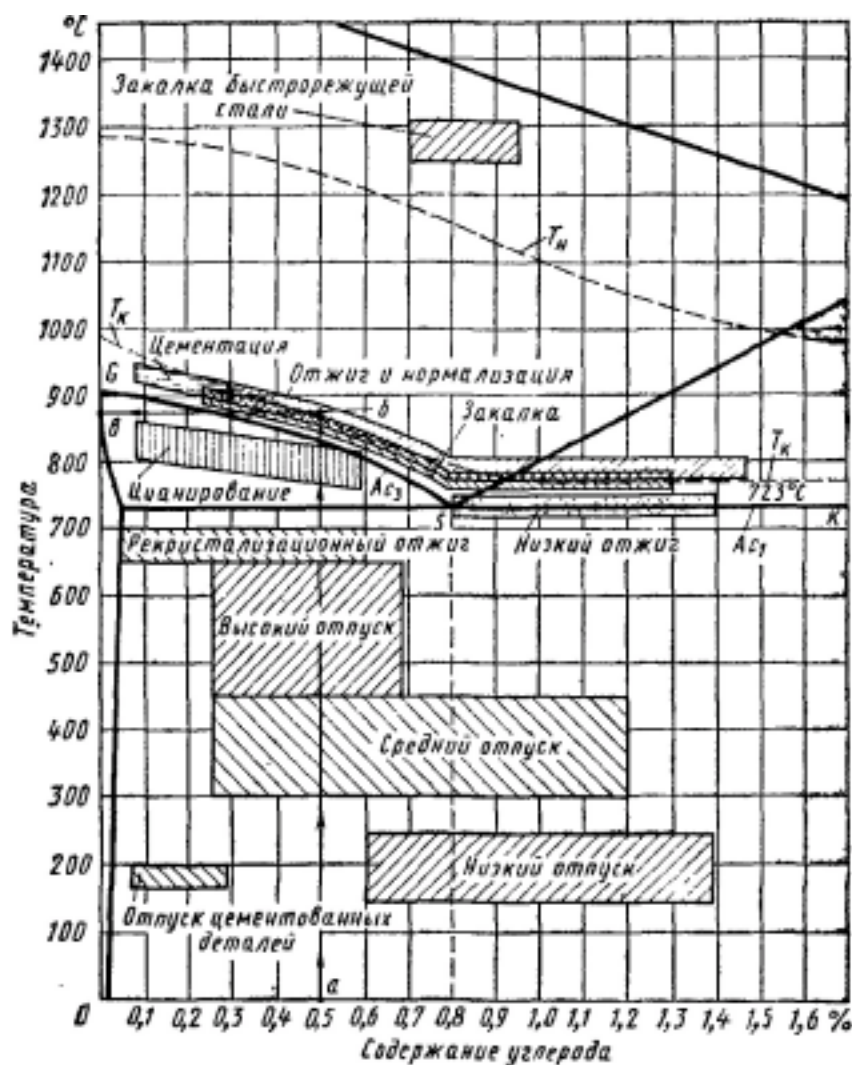

Рис. 8.2. Диаграмма состояния железо — углерод (Fe — C) для определения температуры нагрева сталей при термической обработке
В зависимости от цели изменения структурных превращений (диаграмма состояния показана на рис. 8.2) применяют следующие разновидности отжига.
Полный отжиг состоит в нагреве стальной, содержащих углерода до 0,8%, до температуры выше линии SG на 30-50°C, что отражено на диаграмме состояния железо – углерод (рис. 8.2), т. е. Ac3 + (30-50°C), а стальной с содержанием углерода больше 0,8% до температуры выше линии SK на 30-50°C. т.е. Ac1 +
Закалка состоит в нагреве углеродистых сталей, содержащих углерода до 0,8%, до температуры выше линии SG на 20-40°C (рис. 8.2), т. е. Ac3 + (20-40°C), а сталей с содержанием углерода более 0,8% - до температуры выше линии SK на 20-40°C, т. е. Ac1 + (20-40°C), выдержке при этих температурах и охлаждении в охлаждающей среде с соответствующей скоростью охлаждения (см. табл. 8.1).
Отпуск состоит в нагревании закаленной стали до температуры ниже Ас1 (см. рис. 8.2), выдержке при этой темпе-
Приближенные режимы нагрева поковки при термообработке можно устанавливать по диаграмме на рис. 8.2. Например, кузнец отковал поковку из углеродистой стали, содержащей 0,5% углерода. Требуется определить по диаграмме температуру нормализации. Для этого на горизонтальной оси находят точку а, соответствующую 0,5% углерода. Из точки а проводят вертикальную линию до пересечения ее в точке б с кривой для нормализации. Из точки б проводят горизонтальную линию влево до пересечения с вертикальной осью диаграммы в точке в. Точка в указывает, что температура нагрева поковки для нормализации приближенно будет равна 880°С.
Верхние критические точки нагрева сталей находятся на линии Ас3 (80) и Ас1 (SK). Поэтому можно сначала определять критические температуры нагрева на линиях Ас3 или Ас1 (рис. 8.2), а затем прибавлять к ним указанные выше величины температур и получать требуемые значения температур нагрева сталей для того или другого вида термической обработки.
Науглероживание наружного слоя происходит при нагреве готовых деталей в материалах, легко отдающих углерод, которые называют карбюризаторами. При этом сталь нужно нагревать до температуры выше линии 50 (см. рис. 8.2). Карбюризаторы могут быть твердыми, жидкими и газообразными. В кузницах не машиностроительных предприятий возможно применение цементации в твердых карбюризаторах, как наиболее простым способом.